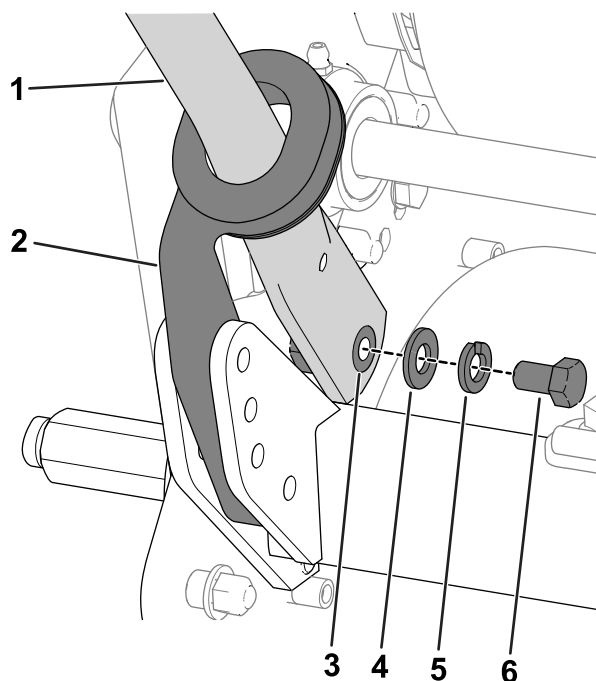

Рисунок 4
4. Сожмите торцевые части рукоятки и наденьте их на монтажные штифты (Рисунок 4).
5. Прикрепите рукоятку к монтажным штифтам с помощью болтов (3/8 дюйма), шайб и стопорных шайб, снятых ранее (Рисунок 4).